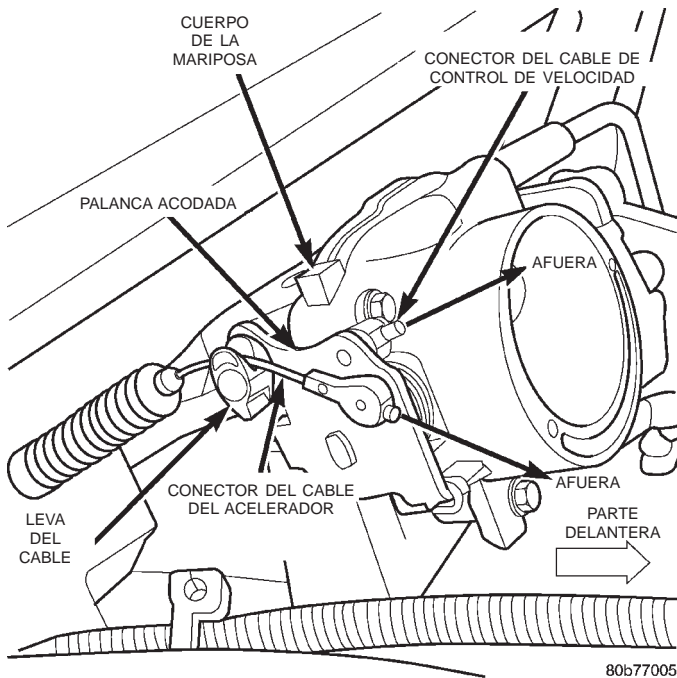

Fig. 5 Conectores del cable en la palanca acodada—Motor 4.7L V-8
(3) Haciendo solamente presión con los dedos, retire el conector del cable de control de velocidad de la aguja de la palanca acodada del cuerpo de mariposa, empujando el conector para retirarlo de la aguja de la palanca acodada, en dirección al frente del vehículo (Fig. 5). **NO trate de tirar del conector en sentido perpendicular respecto de la aguja de la palanca acodada, pues el conector podría romperse.**
(4) Levante el cable del acelerador de la parte superior de la leva del cable (Fig. 5).
(6) Haciendo solamente presión con los dedos, retire el conector del cable de control de velocidad de la palanca acodada del cuerpo de mariposa, empujando el conector hacia el frente del vehículo para retirarlo de la aguja de la palanca acodada (Fig. 5). **NO trate de tirar del conector en sentido perpendicular respecto de la aguja de la palanca acodada, pues el conector podría romperse.**
(5) Encamine el cable del acelerador sobre la parte superior de la leva del cable (Fig. 5).
(6) Instale el conector del cable del acelerador en la aguja de la palanca acodada del cuerpo de la mariposa (encaja encima).
(7) Instale la cubierta de la caja de aire en el cuerpo de mariposa del acelerador.
(8) Conecte el cable negativo de la batería.
(9) Antes de poner el motor en marcha, haga funcionar el pedal del acelerador para comprobar si existe algún atascamiento.